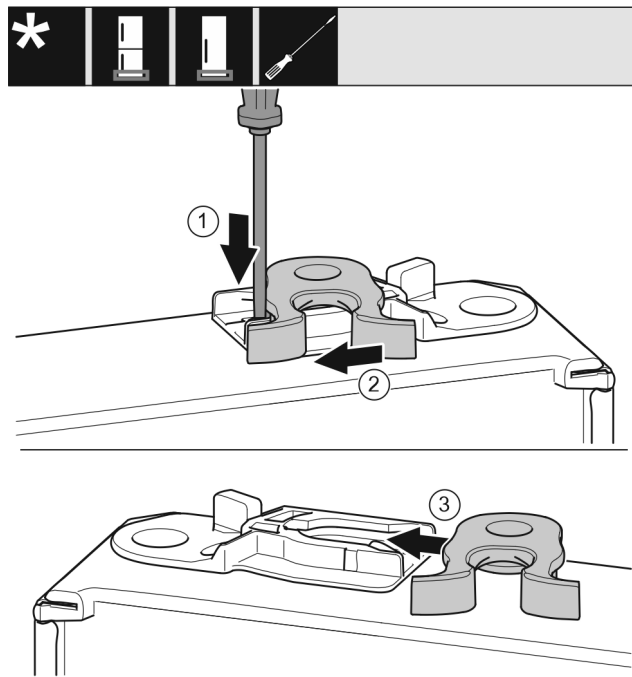

Fig. 40 *
- Pousser la languette Fig. 40 (1) vers le bas avec un tournevis plat.*
- Retirer la gâche Fig. 40 (2) du guide.*
- Pousser la gâche Fig. 40 (3) de l'autre côté dans le guide.*